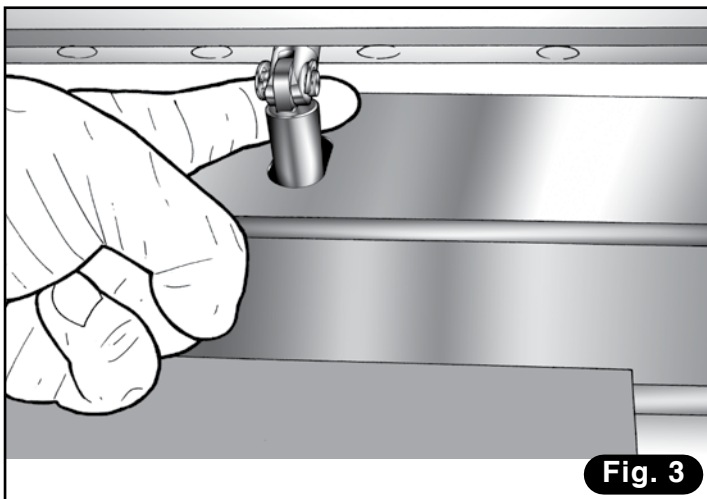

Fig. 3
- 2) Quite el anillo elástico del perno de fijación del pistón (**Fig. 3**).